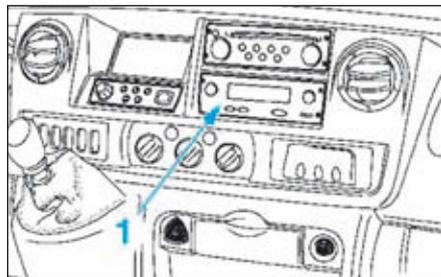

FIG.3
- Déposer le tachygraphe (1) (Fig.3) à l'aide d'un outil spécifique (par exemple outil de dépose d'autoradio).